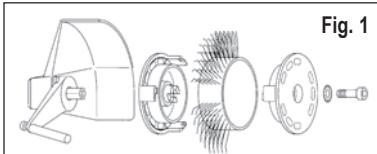
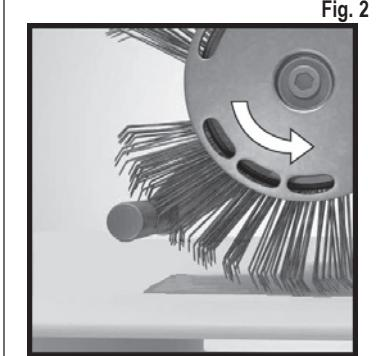

Fig. 1
Fig. 2
3. Couper l'alimentation d'air comprimé, puis fixer la bande **MBX®** Bristle Blaster® de 23 mm resp. 11 mm de manière appropriée sur l'outil avec le système adaptateur correspondant (attention au sens de rotation) et la rondelle et la vis prévues à cet effet. Cf. fig. 1 et fig. 2
- Utilisez-vous une bande **MBX®** tournant dans le mauvais sens ? – Alignez la bande à brosse de manière à ce qu'elle tourne dans le sens prescrit (cf. chapitre 7, Mise en service, fig. 2).